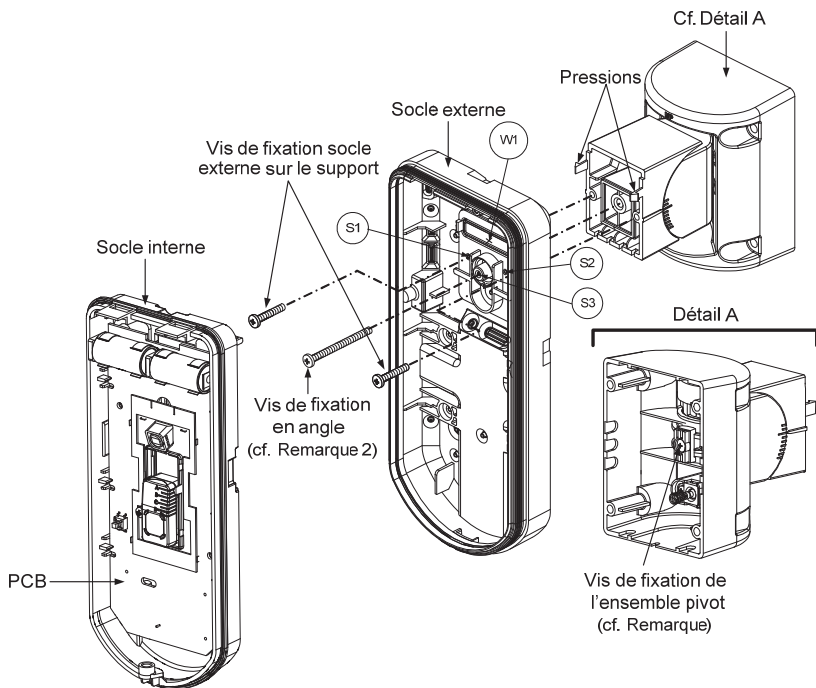

Figure 9
3. Fixez le socle externe au support orientable à l'aide des pressions prévues (Figure 9).
4. Fixez le socle externe au pivot à l'aide de deux vis passant par les pastilles pré-percées S1 et S2 (Figure 9).
5. Introduisez la vis de fixation d'angle fournie en partant du socle externe et en passant par la pastille pré-percée S3 de la vis de fixation d'angle située sur le socle externe, pour atteindre le support standard (Figure 9).